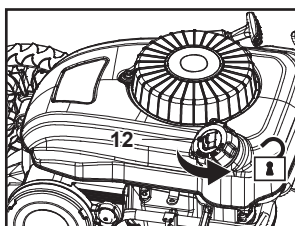

Fig. 6
3. Dévisser et retirer le bouchon du réservoir de carburant (12) (Fig. 6).